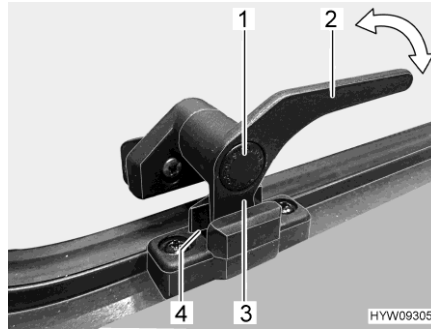

Bild 59 Verriegelungshebel (Stellung "Dauerbelüftung")
- in Stellung "Dauerbelüftung" (Bild 59)
- Sicherungsknopf (Bild 59,1) drücken und gedrückt halten.
- Den Verriegelungshebel (Bild 59,3) eine viertel Umdrehung zur Fenstermitte hin drehen.
- Den Verriegelungshebel wieder zurückdrehen. Die Verriegelungsnase (Bild 59,3) am Verriegelungshebel dabei in die Aussparung der Fensterverriegelung (Bild 59,4) einfahren.
- Sicherungsknopf (Bild 59,1) loslassen.